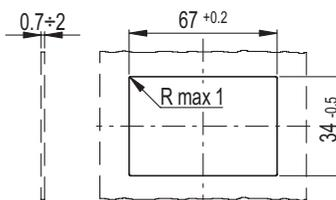

Fig.1
- Introducir la parte inferior de la carcasa en el alojamiento y pulsar hasta que encaje por completo (Fig. 1).